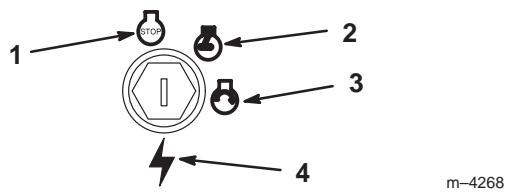

Figure 8
3. Tournez la clé de contact en position Contact coupé (Fig. 8).